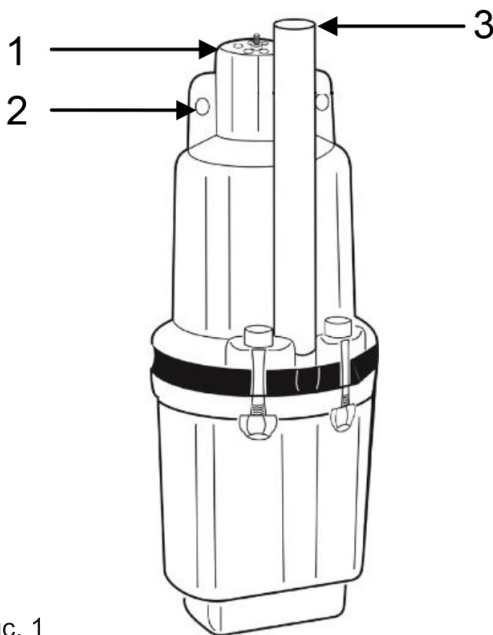

Рис. 1
Водозаборные отверстия (1) (Рис. 1) расположены в верхней части корпуса. Проушины (2) (Рис. 1) предназначены для крепления подвешного шнура. Напорный патрубок (3) (Рис. 1) имеет наружный диаметр 19 мм и предназначен для подключения шланга с внутренним диаметром 19 мм — 3/4".
- 1 Надёжно закрепите подвесной капроновый шнур на обеих проушинах (2), показанных на Рис. 1. Шнур должен выдерживать массу насоса и динамическую нагрузку, возникающую при вибрации.
- 2 Наденьте шланг с внутренним диаметром 19 мм на напорный патрубок (3) (Рис. 1) и закрепите его комплектным хомутом.